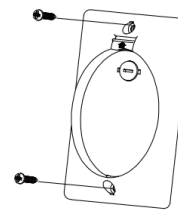

Figura 24
Paso 1. Seleccione una ubicación para instalar el soporte del control remoto, instale el soporte como se muestra. (Figura 24)